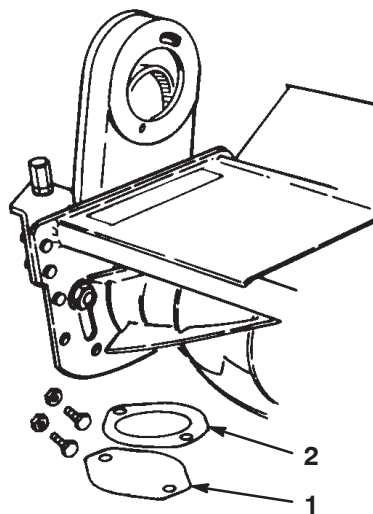

**Figure 8**
1. Localisez la position de fixation des amortisseurs (Fig. 8) de chaque côté du tube du châssis devant le plateau de coupe N° 1.
2. Fixez légèrement un amortisseur de chaque côté du tube de châssis, comme illustré à la Figure 8, au moyen d'étriers filetés et de contre-écrous.